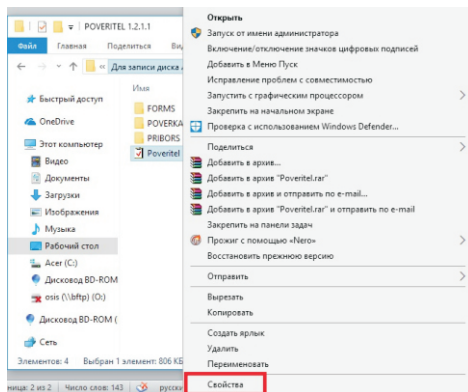

Рисунок 1.3 – Выпадающий список
2.1.7.3 Далее открыть папку «Poveritel 1.2.1.1» (рисунок 1.1), правой кнопкой мыши щелкнуть по иконке программы «Poveritel» и нажать на кнопку «Свойства» в выпадающем списке (рисунок 1.3).
2.1.8.4 Открыть папку «Poveritel 1.2.1.1» (рисунок 1.1), правой кнопкой мыши щелкнуть по иконке программы «Poveritel» и нажать на кнопку «Свойства» в выпадающем списке (рисунок 1.3).